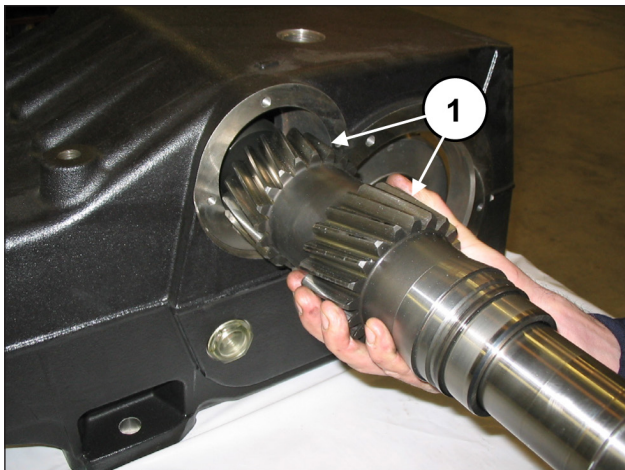

Fig. 55
Rimuovere l'attrezzo per il bloccaggio delle bielle cod. 27566200 (pos. ①, Fig. 40) e far scorrere le bielle all'indietro fino ad arrivare a contatto con l'albero a gomiti. Inserire l'albero PTO premontato all'interno del carter (pos. ①, Fig. 55) inserendolo dalla parte opposta a quella in cui sono stati premontati l'anello esterno del cuscinetto e la bussola di lubrificazione cuscinetti.
L'inserimento dell'albero PTO nel carter deve essere effettuato in modo che la dentatura risulti orientata come in Fig. 55.